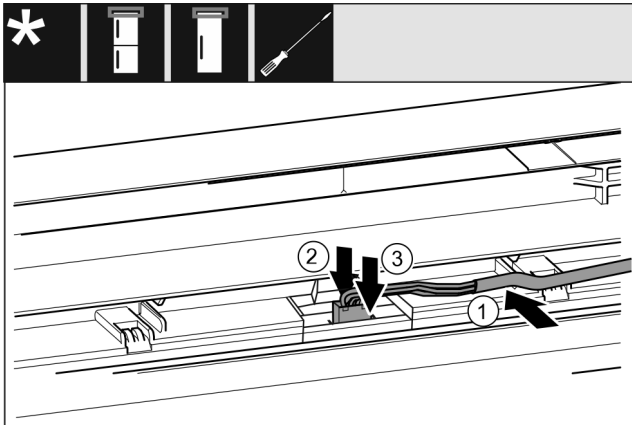

Fig. 62 Kombinált hűtő-fagyasztókészülékek / fagyasztókészülékek / hűtőkészülékek*
- ▶ Helyezze be a kábelt Fig. 62 (1) felső ajtóban lévő vezetősínbe.*
- ▶ Nyomja hátrafelé a reteszelő bütyköt Fig. 62 (2).*
- ▶ Pattintsa be a dugót Fig. 62 (3).*